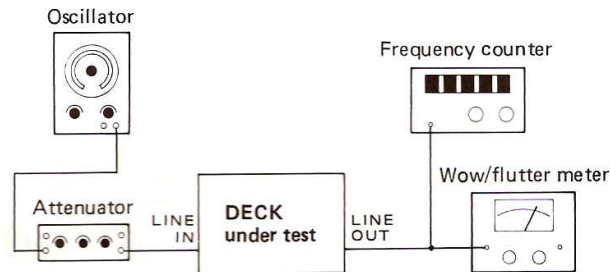

Fig. 4-12
1. Connect a wow/flutter meter to the deck as shown in Fig. 4-12.
1. 図4-12の様にワウ・フラッタ・メータをデッキに接続する。